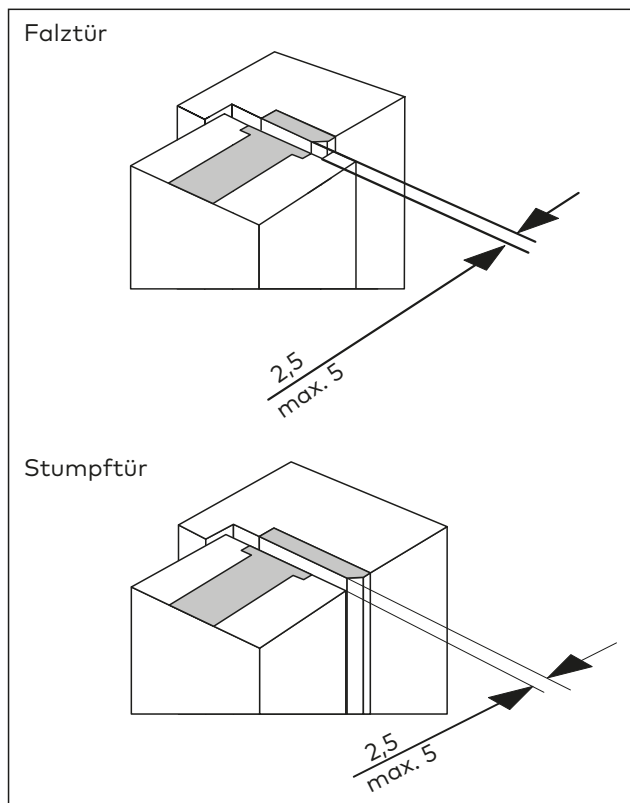

Abb. 31 Den Türspalt prüfen
1. Den Abstand zwischen Stulp und Schließblech (Abb. 31) messen. Falls erforderlich, den Türflügel oder die Türzarge justieren.